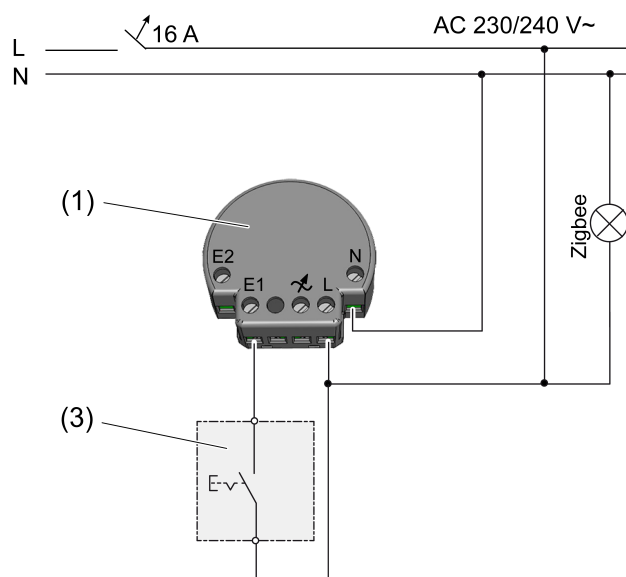
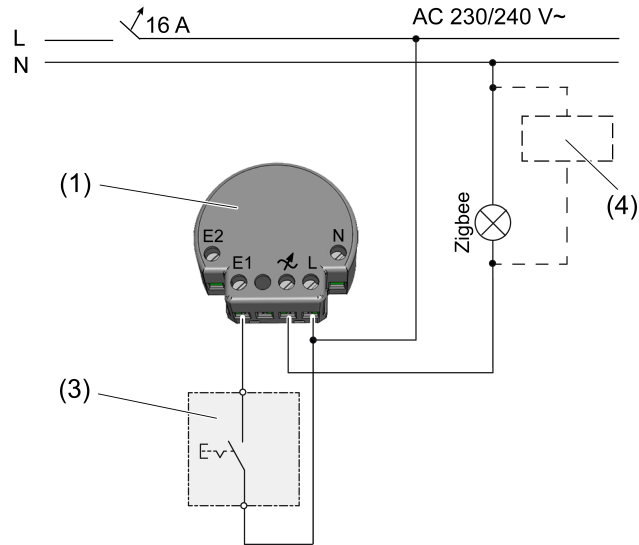
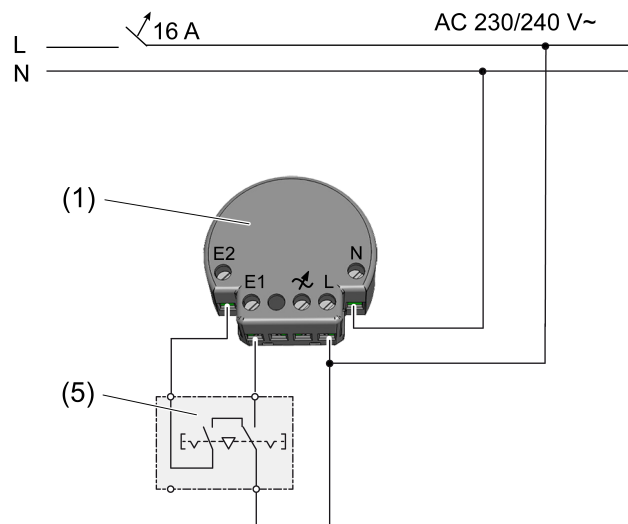
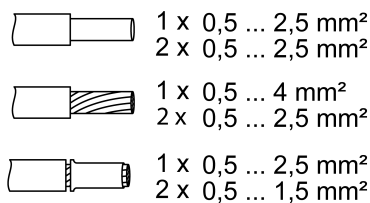

Bild 2: Anschlussplan Schalter (mit Neutralleiter)
Bild 3: Anschlussplan Schalter (ohne Neutralleiter)
Bild 4: Anschlussplan Jalousietaster (5)
Bild 5: Klemmbarer Leiterquerschnitt
Ist ein Neutralleiter vorhanden, sollte die Tasterschnittstelle auf jeden Fall daran angeschlossen werden (Bild 2).
Beim Betrieb ohne Neutralleiter muss der Lampendraht an die Lastklemme \curvearrowright angeschlossen werden. Bei einigen HV LED Zigbee Lampen kann hierbei der Anschluss eines Kompensationsmoduls (4) notwendig sein, um die Spannungsversorgung der Tasterschnittstelle oder einen störungsfreien Betrieb der Lampe zu gewährleisten (Bild 3).
Für den Anschluss der Tasterschnittstelle an einen Jalousietaster zur Bedienung von Behängen ist der Anschluss an einen Neutralleiter notwendig (Bild 4).
- Elektrischen Anschluss laut Anschlussplan vornehmen (Bild 2), (Bild 3) oder (Bild 4). Dabei den klemmbaren Leiterquerschnitt beachten (Bild 5).
- Beim Anschluss ohne Neutralleiter ggf. ein Kompensationsmodul (4) anschließen (Bild 3).